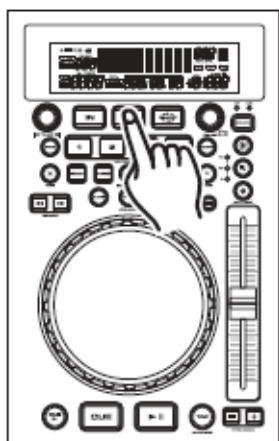

Figure 24
4) Le voyant du **BOUTON SAVE (20)** va s'éteindre quand votre point de cue ou votre boucle sera saisie dans la mémoire.
5) Votre boucle sera alors stockée dans la mémoire. La boucle que vous avez créée sera lue jusqu'à ce que vous appuyiez sur le **BOUTON OUT (22)** (Figure 24).